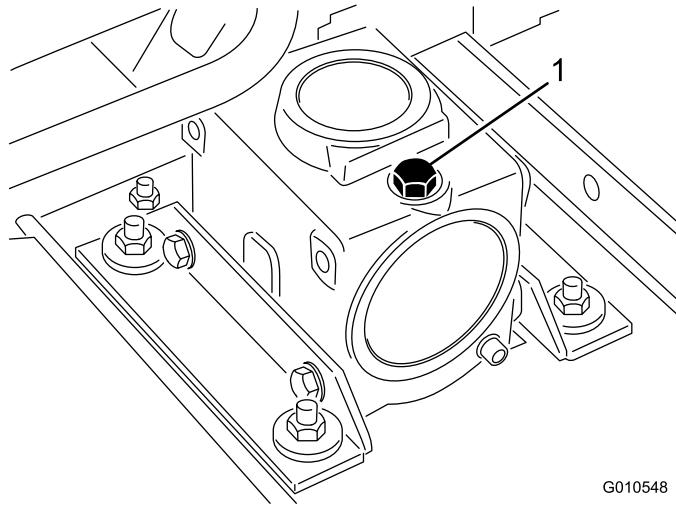

Figura 16
2. Coloque la máquina y la unidad de corte en una superficie nivelada y baje la unidad de corte. Retire la varilla/ tapón de llenado de la parte superior de la caja de engranajes (Figura 16) y asegúrese de que el lubricante está entre las marcas de la varilla. Si el nivel de lubricante es bajo, añada suficiente lubricante SAE 80-90 para que el nivel quede entre las marcas.